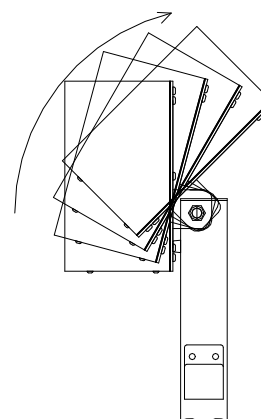

図 4.2 盤面角度調整機構
- (3). エアインフレーター本機の角度を盤面が見易い角度に調整してボルトで固定してください。（図 4.2）
- (4). 電源プラグをコンセントに差込んでください。
- (5). ダブルエアチャック付エアホースを充填口（吐出側）に取付けてください。